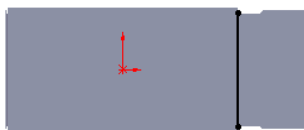
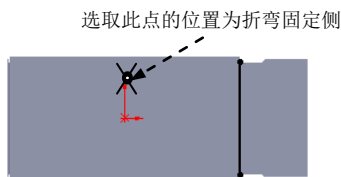

图 11.3.18 绘制的折弯线
图 11.3.19 固定侧的位置
② 定义折弯线草图。在草图环境中绘制图 11.3.18 所示的折弯线。
③ 选择下拉菜单 **插入(I)** → **退出草图** 命令，退出草图环境，此时系统弹出“绘制的折弯”对话框。
(3) 定义折弯固定侧。在图 11.3.19 所示的位置处单击，确定折弯固定侧。
(4) 定义钣金参数属性。在 **折弯参数(P)** 区域的  文本框中输入折弯角度值 90.0，在 **折弯位置:** 区域中单击“折弯在外”按钮 。
(5) 单击  按钮，完成绘制的折弯 2 的创建。